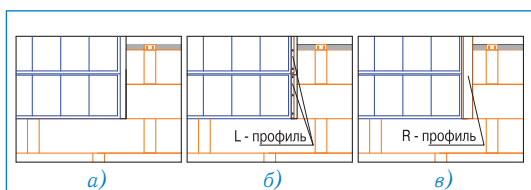

Рис. 4
### Оформление бокового стыка панелей ТЕГОСОЛАР с черепицей ТЕГОЛА (рис. 4)
- Установите L-профиль, предварительно соединенный с бутилкаучуковой лентой (рис. 4б) так, чтобы лента полностью перекрывала стык панелей ТЕГОСОЛАР и черепицы ТЕГОЛА;
- установите R-профиль поверх L-профиля (рис. 4в).